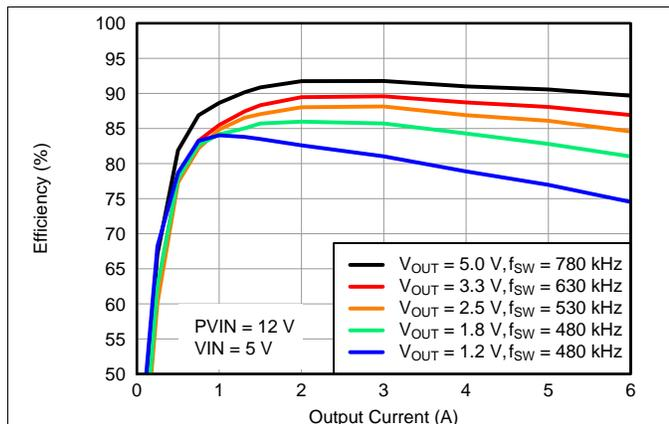
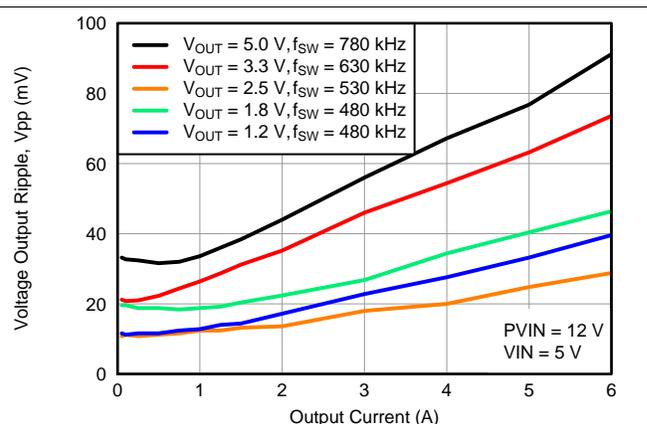
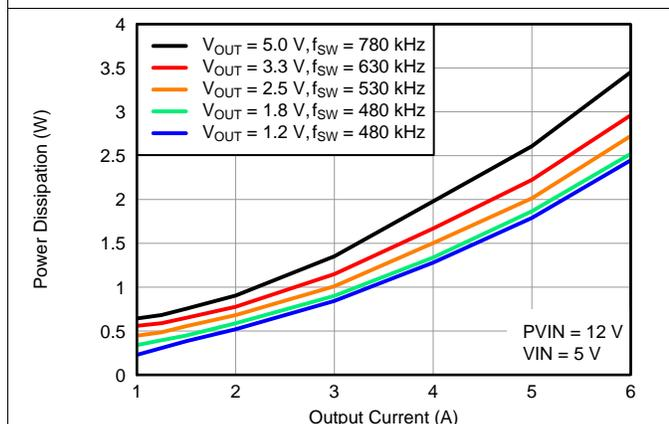

图 11. 效率与输出电流间的关系
图 12. 电压纹波与输出电流间的关系
图 13. 功率耗散与输出电流间的关系
- (1) 电气特性数据已经从实际产品（在 25°C 时进行测试）中测得。该数据被视为转换器的典型数据。适用于图 11，图 12 和图 13。